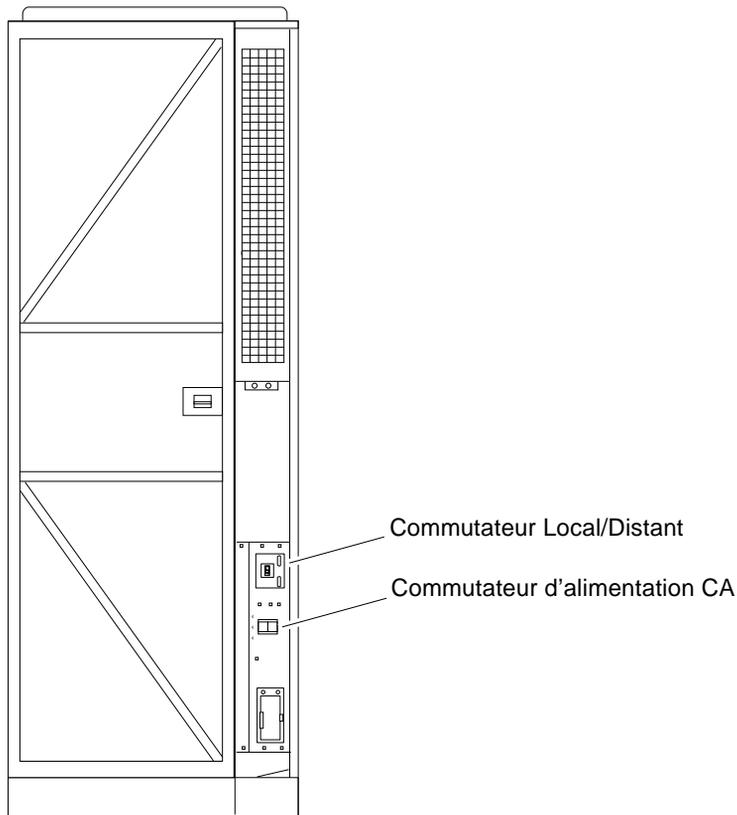

FIGURE 3-2 Commutateurs sur le contrôleur de séquence CA
- b. Mettez le commutateur du contrôleur de séquence CA (FIGURE 3-2) sur Arrêt.**
4. Mettez le commutateur Local/Distant de l'armoire (FIGURE 3-2) sur Local.
5. Mettez le commutateur d'alimentation CA (FIGURE 3-2) sur Marche.